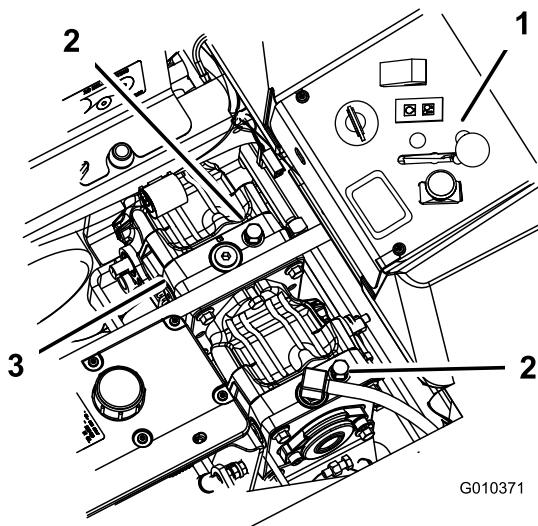

Bild 31
- Drehen Sie die Sicherheitsventile um eine Drehung nach links. So kann Hydrauliköl an der Pumpe vorbei fließen und die Räder können sich drehen (Bild 31).
Drehen Sie zum Betrieb der Maschine die Sicherheitsventile eine ganze Umdrehung nach rechts (Bild 31).